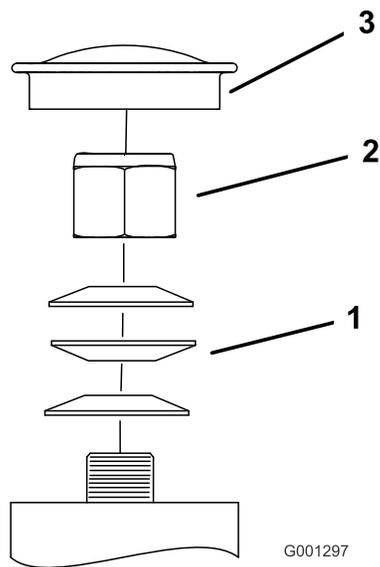

Figura 75
3. Retire el tapón guardapolvo de la rueda giratoria y apriete la contratuerca (Figura 75).
4. Apriete la contratuerca hasta que las arandelas de muelle estén planas, luego afloje  $\frac{1}{4}$  de vuelta para establecer la pre-carga correcta de los cojinetes (Figura 75).
**Importante:** Asegúrese de que las arandelas de muelle están correctamente instaladas, según se muestra en Figura 75.
5. Coloque el tapón anti-polvo (Figura 75).